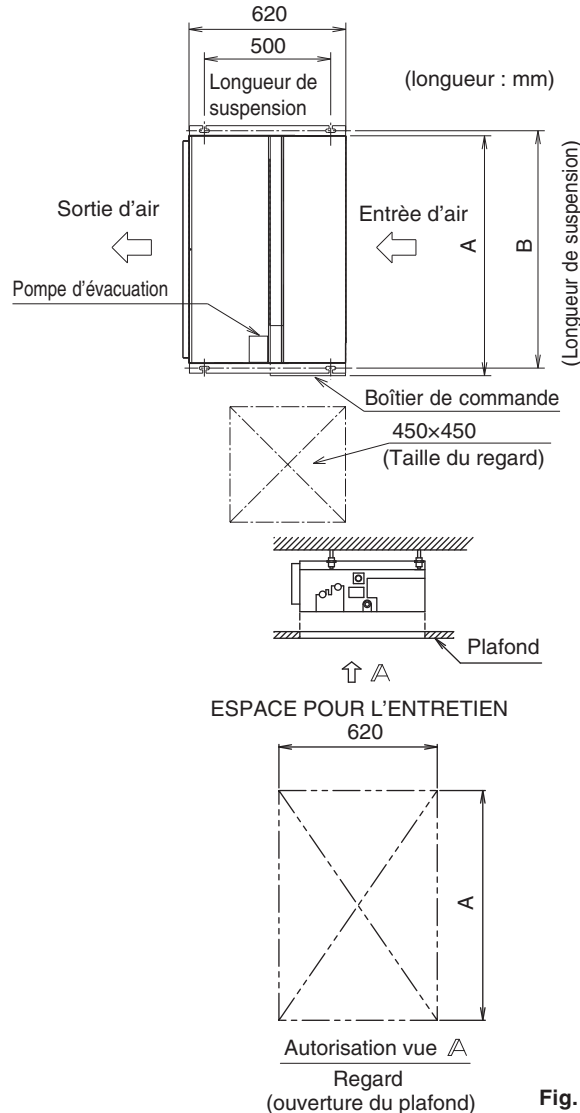

Fig. 2
(1) **Vérifiez la position de l'unité et des boulons de suspension. (Reportez-vous à la Fig. 2)**